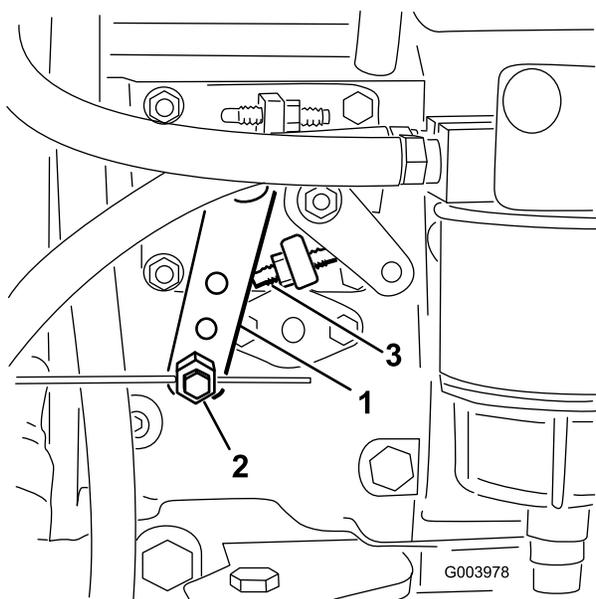

Figure 62
2. Desserrez la fixation du câble d'accélérateur sur le bras du levier de la pompe d'injection (Figure 62).